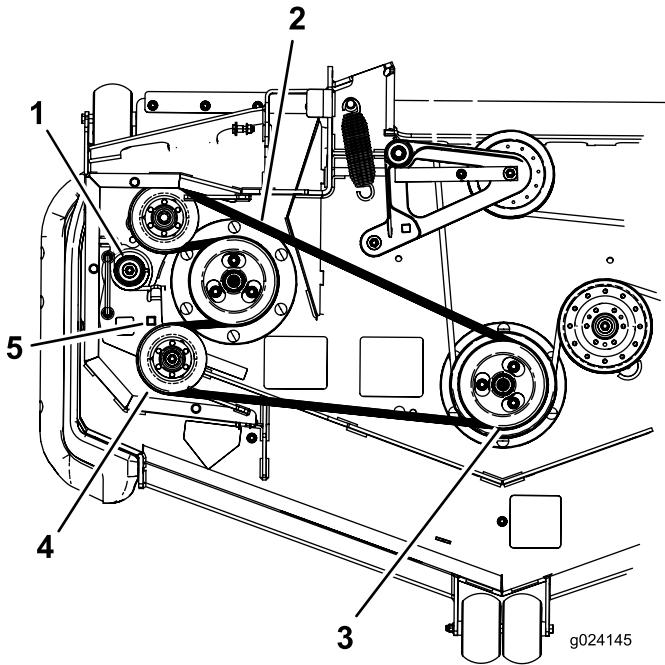

Figura 69
7. Inserite un cricchetto nel foro quadrato del braccio di rinvio per allentare la molla del tenditore (Figura 69).